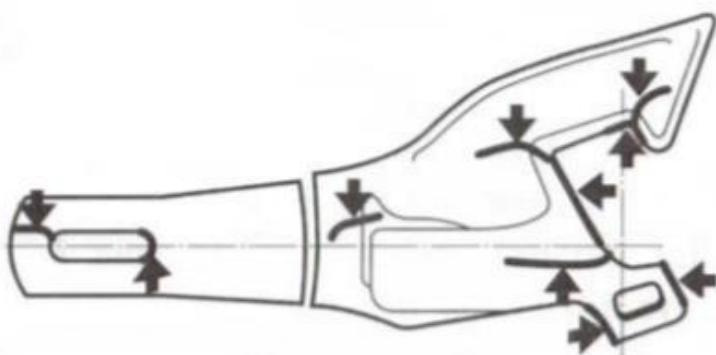

Рис. 1. Износы и повреждения в корпусе автосцепки
- Трецины в корпусе автосцепки в указанных на (рис.1) местах не допускаются.